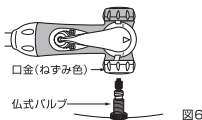

図6
- 2 ポンプの口金レバーが中央の位置にあることを確認します。(図6)
- 7 バルブから口金を外します。(図6)